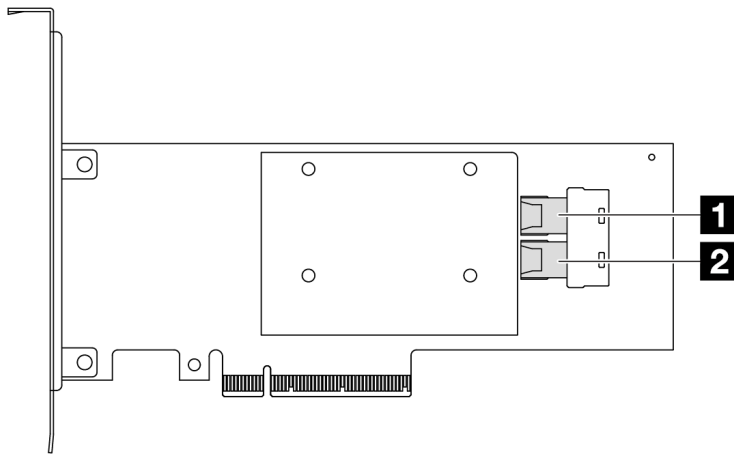

Figura 316. Un adaptador RAID/HBA SFF 8i Gen 3 (dos conectores de puerto)
- Figura 316 “Un adaptador HBA SFF 8i Gen 3 (dos conectores de puerto)” en la página 359